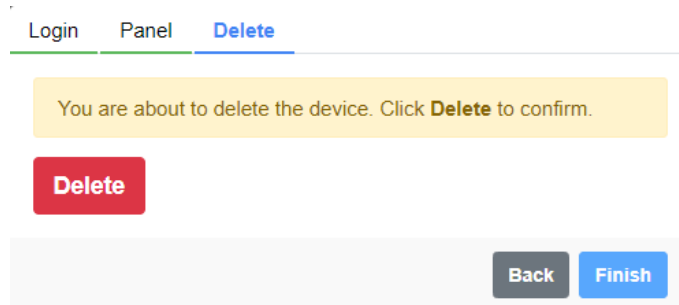

Figura 6.19: Pantalla de información sobre la desvinculación al MFM del Drive Scan
Paso 14 Es solicitada la confirmación para desvincular el Drive Scan al MFM, conforme la Figura 6.19.